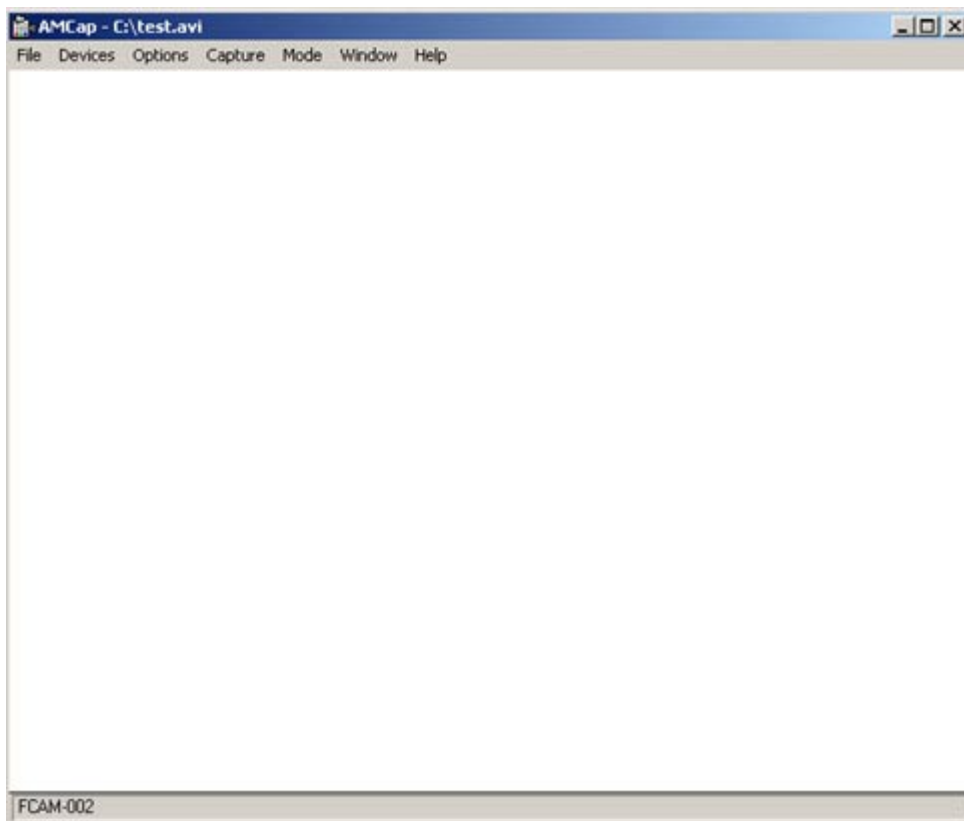

Bild 23: Das Programm „AMCap“
- Es erscheint die Programmoberfläche (*Bild 23*). In der Statuszeile am unteren Fensterrand sollte die Kamerabezeichnung „FCAM-001“ bzw. „FCAM-002“ stehen.